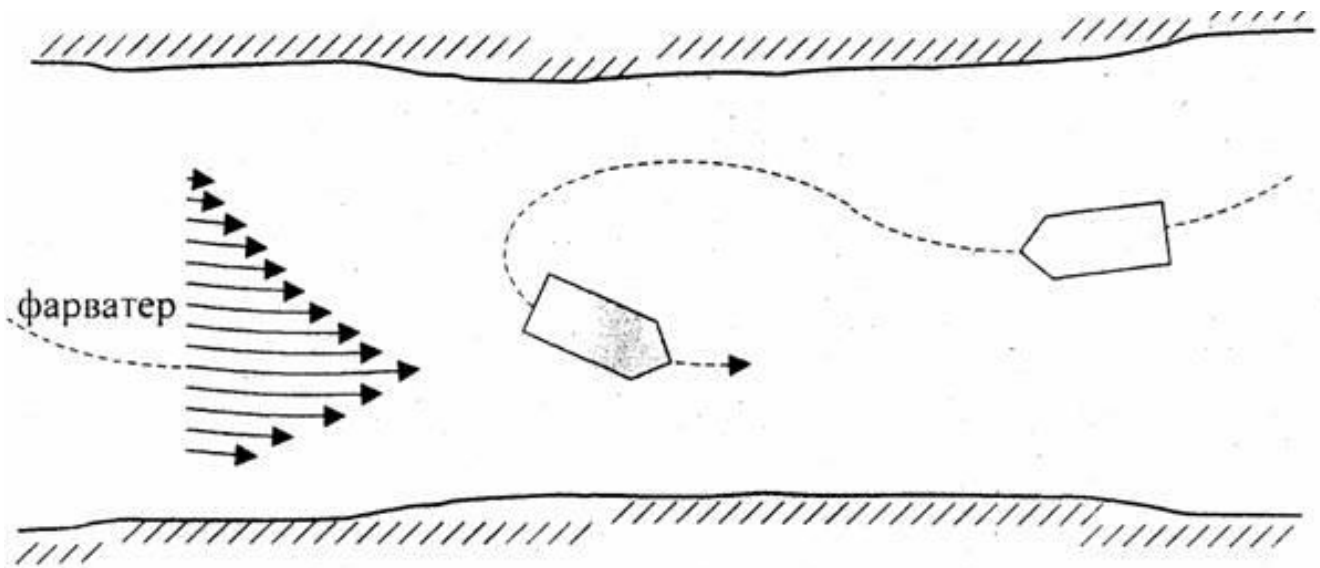

Рис.31 Поворот на обратный курс против течения
3. При движении против течения поворот на обратный курс следует производить «из тихого течения» в сторону «быстрого течения» (рис. 31), в этом случае более сильное течение быстро забрасывает нос в сторону обратного курса.